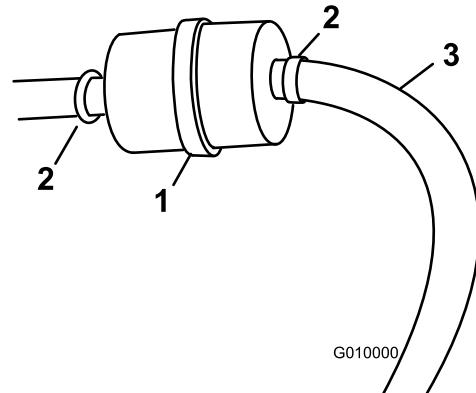

Figure 52
5. Raccordez un nouveau filtre sur les flexibles et serrez les colliers (Figure 52).
3. Desserrez le collier de serrage au niveau du filtre à carburant et éloignez-le du filtre en le poussant le long de la conduite d'alimentation (Figure 52).
4. Débranchez les conduites d'alimentation du filtre à carburant (Figure 52).
Remarque: Laissez l'essence s'écouler dans un bidon ou un bac de vidange (Figure 52).
5. Raccordez la conduite d'alimentation au filtre. Rapprochez le collier de serrage du filtre pour fixer la conduite d'alimentation (Figure 52).